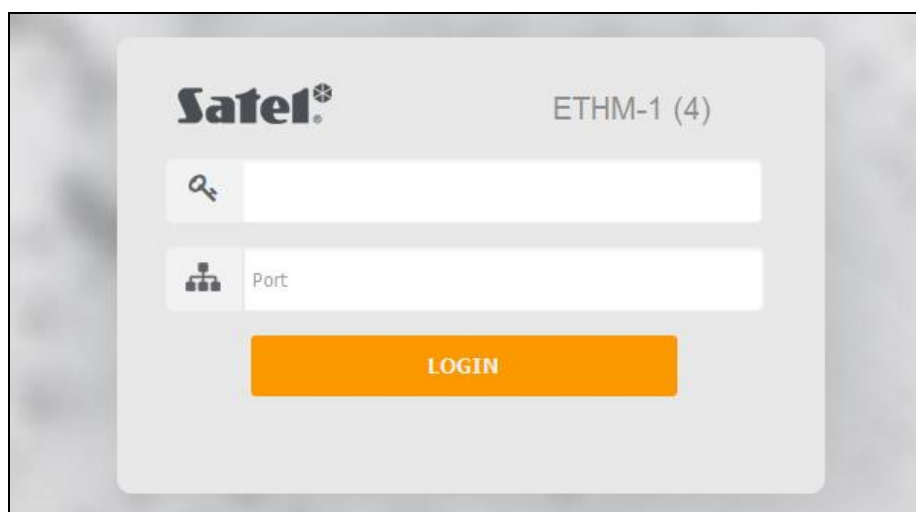

Рис. 20. Интернет-браузер: сайт регистрации.
3. Когда откроется сайт регистрации (рис. 20), в соответствующие поля введите: